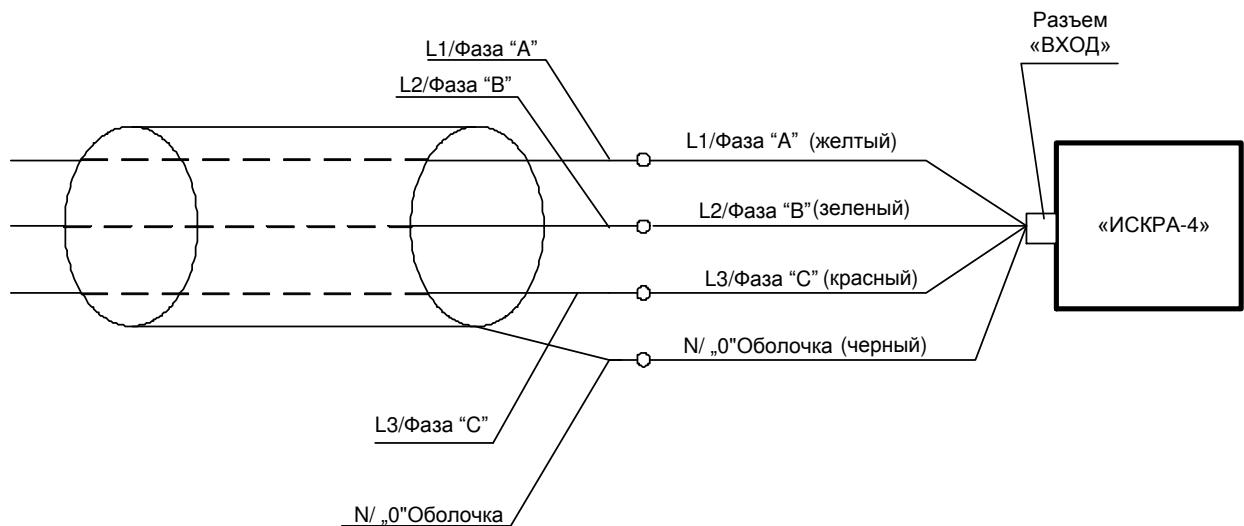

Рис. 14.
Подключить разъем рефлектометра «ВХОД» с помощью кабеля соединительного низковольтного (Раздел 3, п.4) непосредственно к выводам испытуемого кабеля, соблюдая маркировку (Рис. 14).
Для выполнения простых измерений (без сохранения и обработки результатов измерений) достаточно подключить прибор, как показано на рис.14 и кратковременно нажать кнопку 3 рис.1 (Вкл/Выкл) на лицевой панели прибора. При этом прибор сразу переходит в режим измерений фазы A(L1) относительно оболочки (N). По умолчанию установлены такие параметры зондирующего импульса: